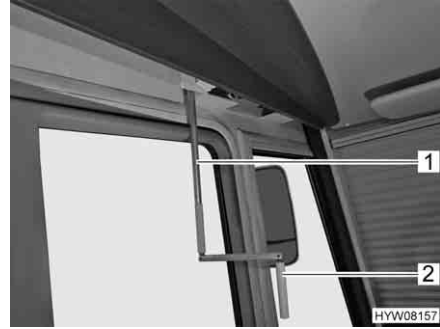

Fig. 47 Manovella per esercizio di emergenza (pronta all'uso)
- Ribaltare la parte finale (Fig. 47,2) della manovella (Fig. 47,1) di 180° (Fig. 47).